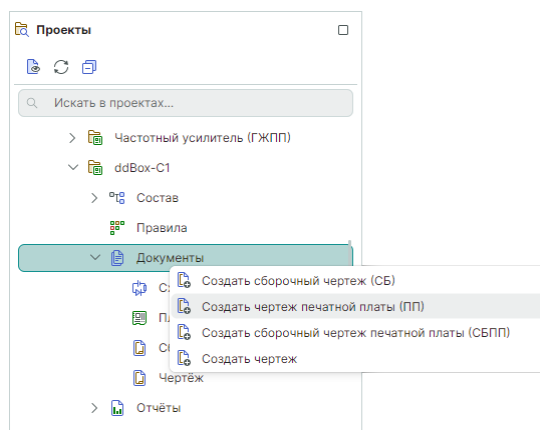

Рис. 71 Переход к созданию чертежа печатной платы
2. Вызовите контекстное меню и выберите пункт «Создать чертеж печатной платы (ПП)», см. Рис. 71.